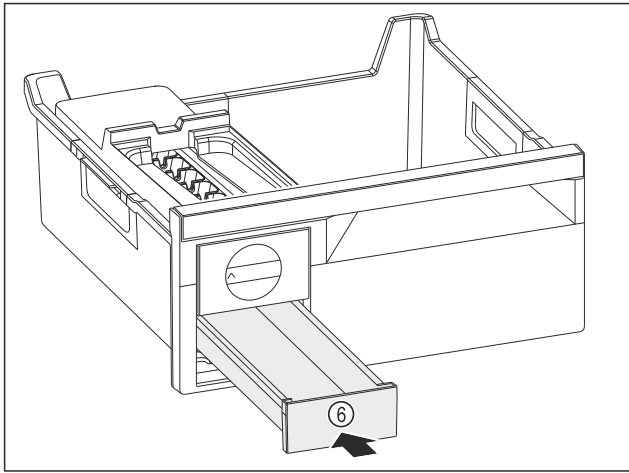

Fig. 150
- ▶ Вдвиньте выдвижной ящик для кубиков льда Fig. 150 (б).